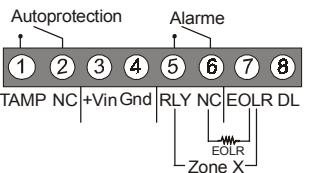

Figure 1: Bornier
**Borne 7:** Résistance de fin de ligne optionnel - voir Figure 1.